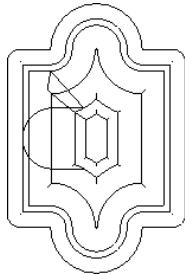

图 9-31 平行环切清角切削
- 平行环切清角：指在加工时，相邻刀具路径间成平行的切削，并在拐角处增加清角路径，如图 9-31 所示。